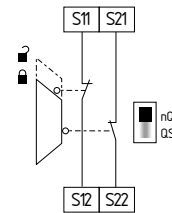

Fig. 13
**Surveillance de protecteur à 2 canaux avec dispositifs d'interverrouillage selon EN ISO 14119 (Fig. 13)**